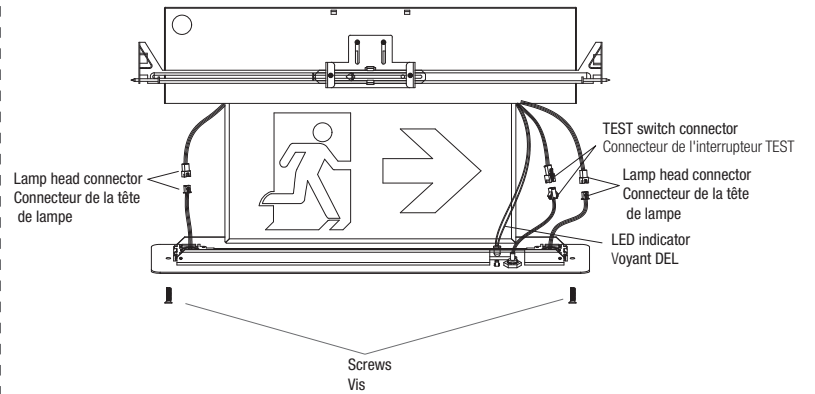

Fig. 7
12. Insert the fixture into the metal box and snap by spring, connect the test switch, connect lamp heads and assemble LED indicator on bushing at the trim plate. Fix the trim plate on the metal box by 2 screws (Fig. 7).
13. Insérer l'unité dans la boîte métallique et enclencher le ressort, connecter l'interrupteur de test, connecter les têtes de lampes et assembler le voyant DEL sur la douille de la plaque de finition. Fixer la plaque de finition sur le boîtier métallique à l'aide de 2 vis (Fig. 7).